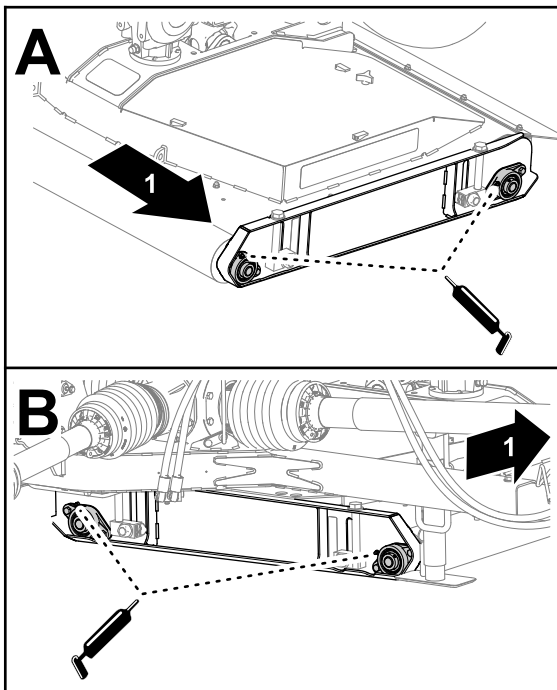

Bild 50
1. Tragen Sie das vorgegebene Fett auf die Lager der Mähwerksrollen auf der linken Seite des Mähwerks auf (Bild 50).
2. Schmieren Sie die Lager der Mähwerksrollen auf der rechten Seite des Mähwerks (Bild 50).